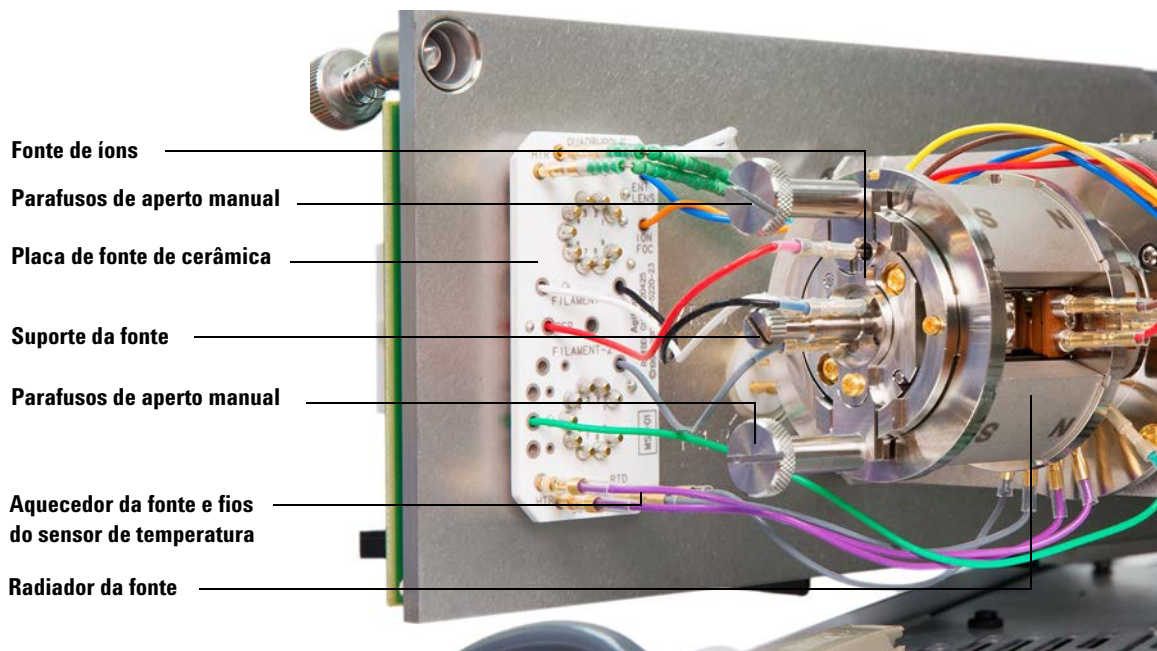

Figura 35 A câmara do analisador para um modelo de fonte de alta eficiência do MSD
- 3 Remova os dois parafusos grandes de aperto manual que mantém a fonte de íons no lugar. (Consulte Figura 35 na página 129).
- 4 Desconecte os fios da fonte de alta eficiência de EI. (Consulte Figura 35 na página 129). Não dobre os fios além do necessário. (Consulte “Conectar/Desconectar a fiação para a fonte de alta eficiência de EI” na página 130).